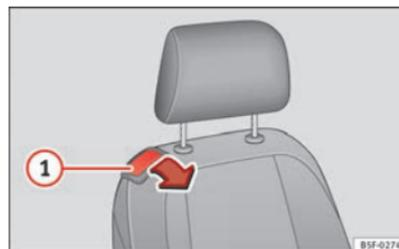

Fig. 79 Siège passager : levier pour rabattre le dossier
- Tirez le levier ① ⇒ fig. 79 et appuyez sur le dossier vers l'avant de façon à ce que le dossier se trouve en position horizontale.